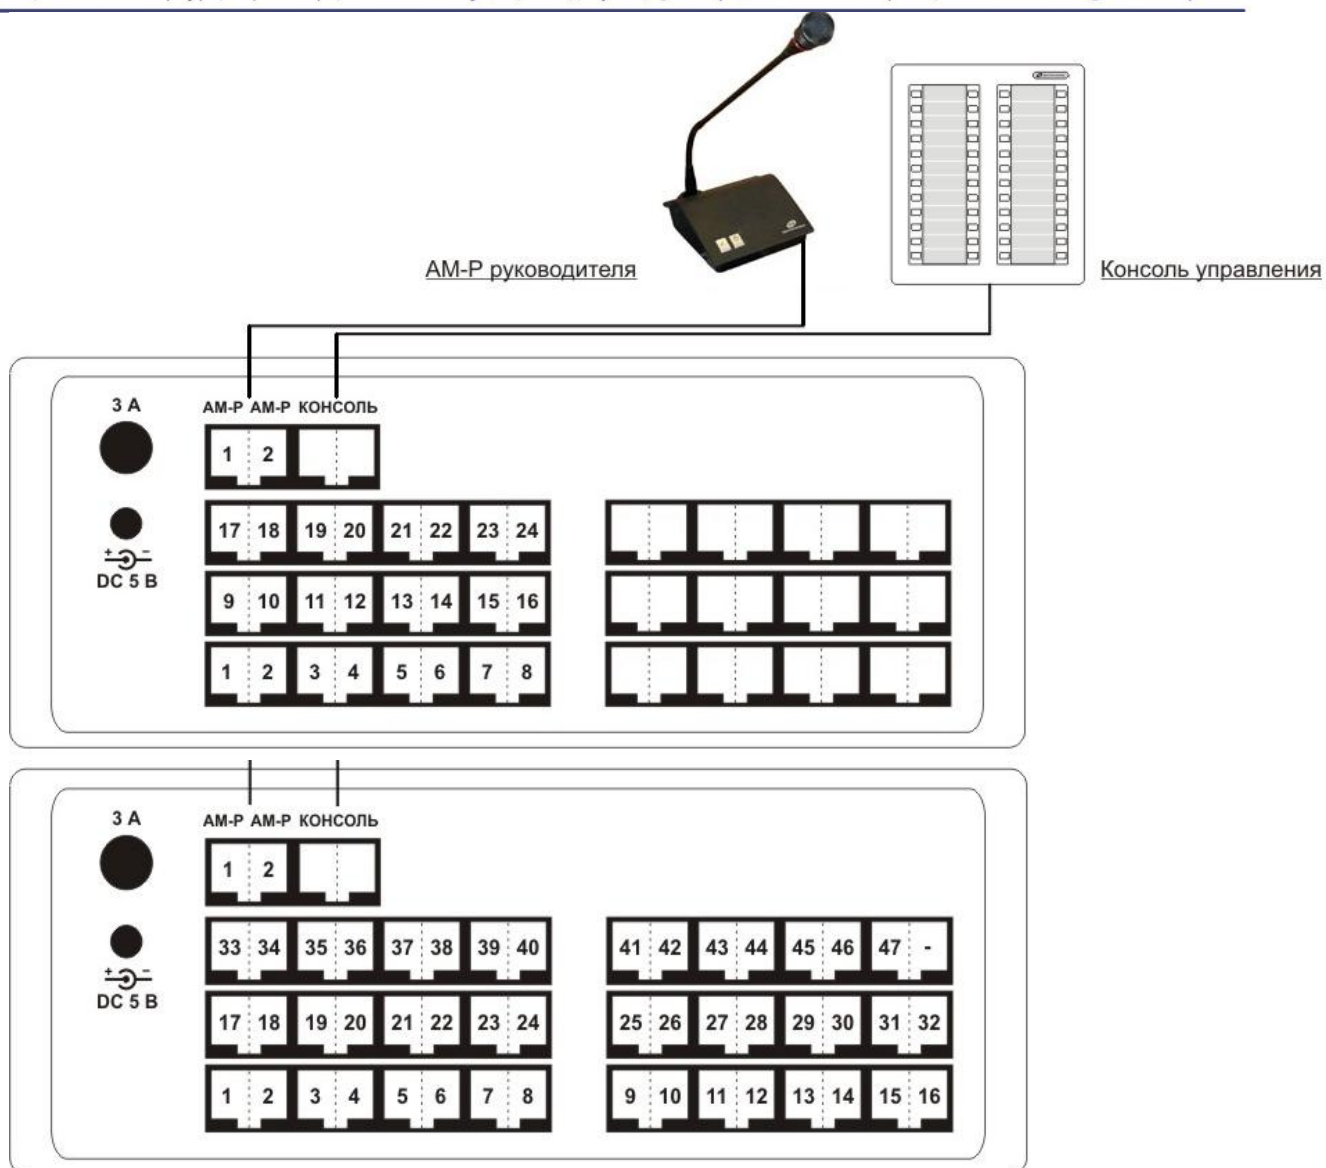
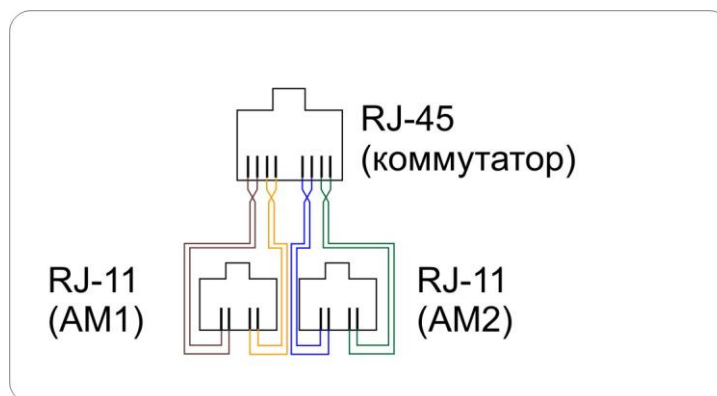

Рис. 1 Нумерация и расположение гнезд подключения абонентских мест КР-24 и КР-48. Подключение абонентского места руководителя и консоли управления к коммутатору
Рис. 2 Схема кабеля соединения абонентских мест AM-P и AM с коммутатором
1. Подключить к коммутатору консоль управления (см. рис. 1). Для подключения используется восьмижильная витая пара (см. рис. 3) стандартный патч-корд с разъёмами RJ45 прямой обжим.
2. Подключить к коммутатору абонентское место руководителя (см. рис. 1) и абонентские места других участников совещаний. Для подключения используется кабель с двумя витыми парами 2x2 (см. рис. 2).